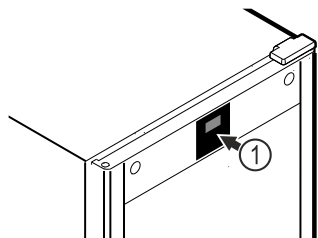

Fig. 52 Vejledende illustration
Termometeret er kalibreret fra fabrikken (forskydning på +6 kelvin). Hvis indendørstemperaturen afviger fra temperaturvisningen Fig. 52 (1), kan du kalibrere termometeret.